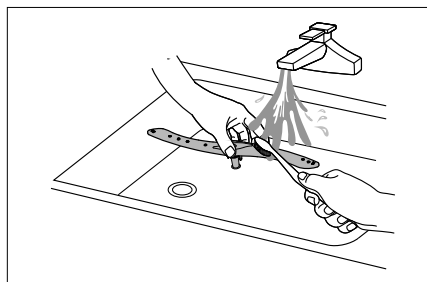

Fig. 23
- ▶ Limpie el brazo pulverizador (1) con agua corriente y compruebe que los orificios no estén obturados (véase **fig. 23**). A continuación, vuelva a colocarlo.